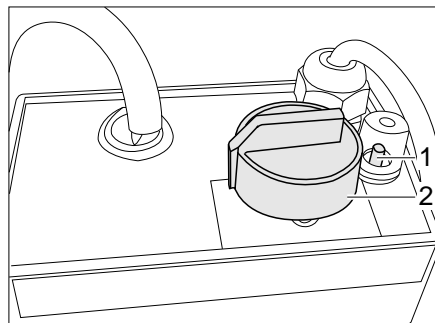

Bild 303 Regler für elektrische Fußbodenerwärmung/Betterwärmung
- Den Drehregler (Bild 303,2) auf die gewünschte Heizstufe drehen.
- Den Drehregler (Bild 303,2) auf Stellung "0" drehen.
Wenn der Regler überlastet wird, spricht der Überlastungsschutz an. Der Stift (Bild 303,1) springt heraus.
- Den Stift (Bild 303,1) am Überlastungsschutz eindrücken, wenn der Regler abgekühlt ist.